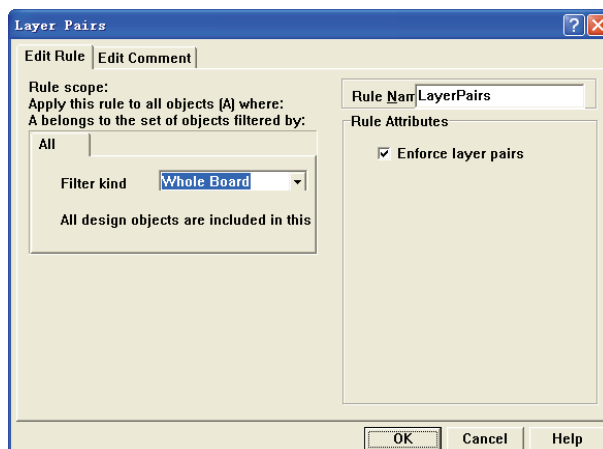

图 8-60 “Layer Pairs” 规则属性对话框
- “Layer Pairs”（孔径对设计规则）选项：检查使用的 Layer-pairs 是否与当前的 drill-pairs 匹配。使用的 Layer-pairs 是由板上的过孔和焊盘决定的，Layer-pairs 是指一个网络的起始层和终止层。该项规则除了应用于在线 DRC 和批处理 DRC 外，还可以应用于交互式布线进程中。单击 **Properties..** 按钮，系统弹出属性设置对话框，如图 8-60 所示。